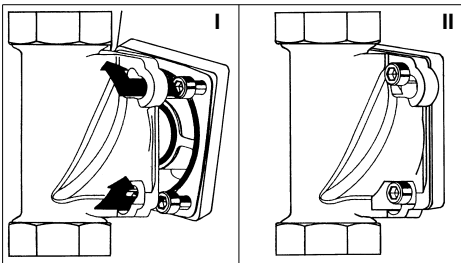

Abb. 7: Einbaudrehflansch mit Bajonett
- Die Enthärtungsanlage so an den Einbaudrehflansch ansetzen, dass die Schraubenköpfe durch die Bajonettbohrungen hindurchgehen (siehe Abb. 7 I).
- Die vier Zylinderschrauben M6x130 fest anziehen (siehe Abb. 7 II).
- Die Enthärtungsanlage so an den mit „G“ gekennzeichneten Flansch des Umgehungsventils ansetzen, dass die Schraubenköpfe durch die Bajonettbohrungen hindurchgehen (siehe Abb. 7 I).